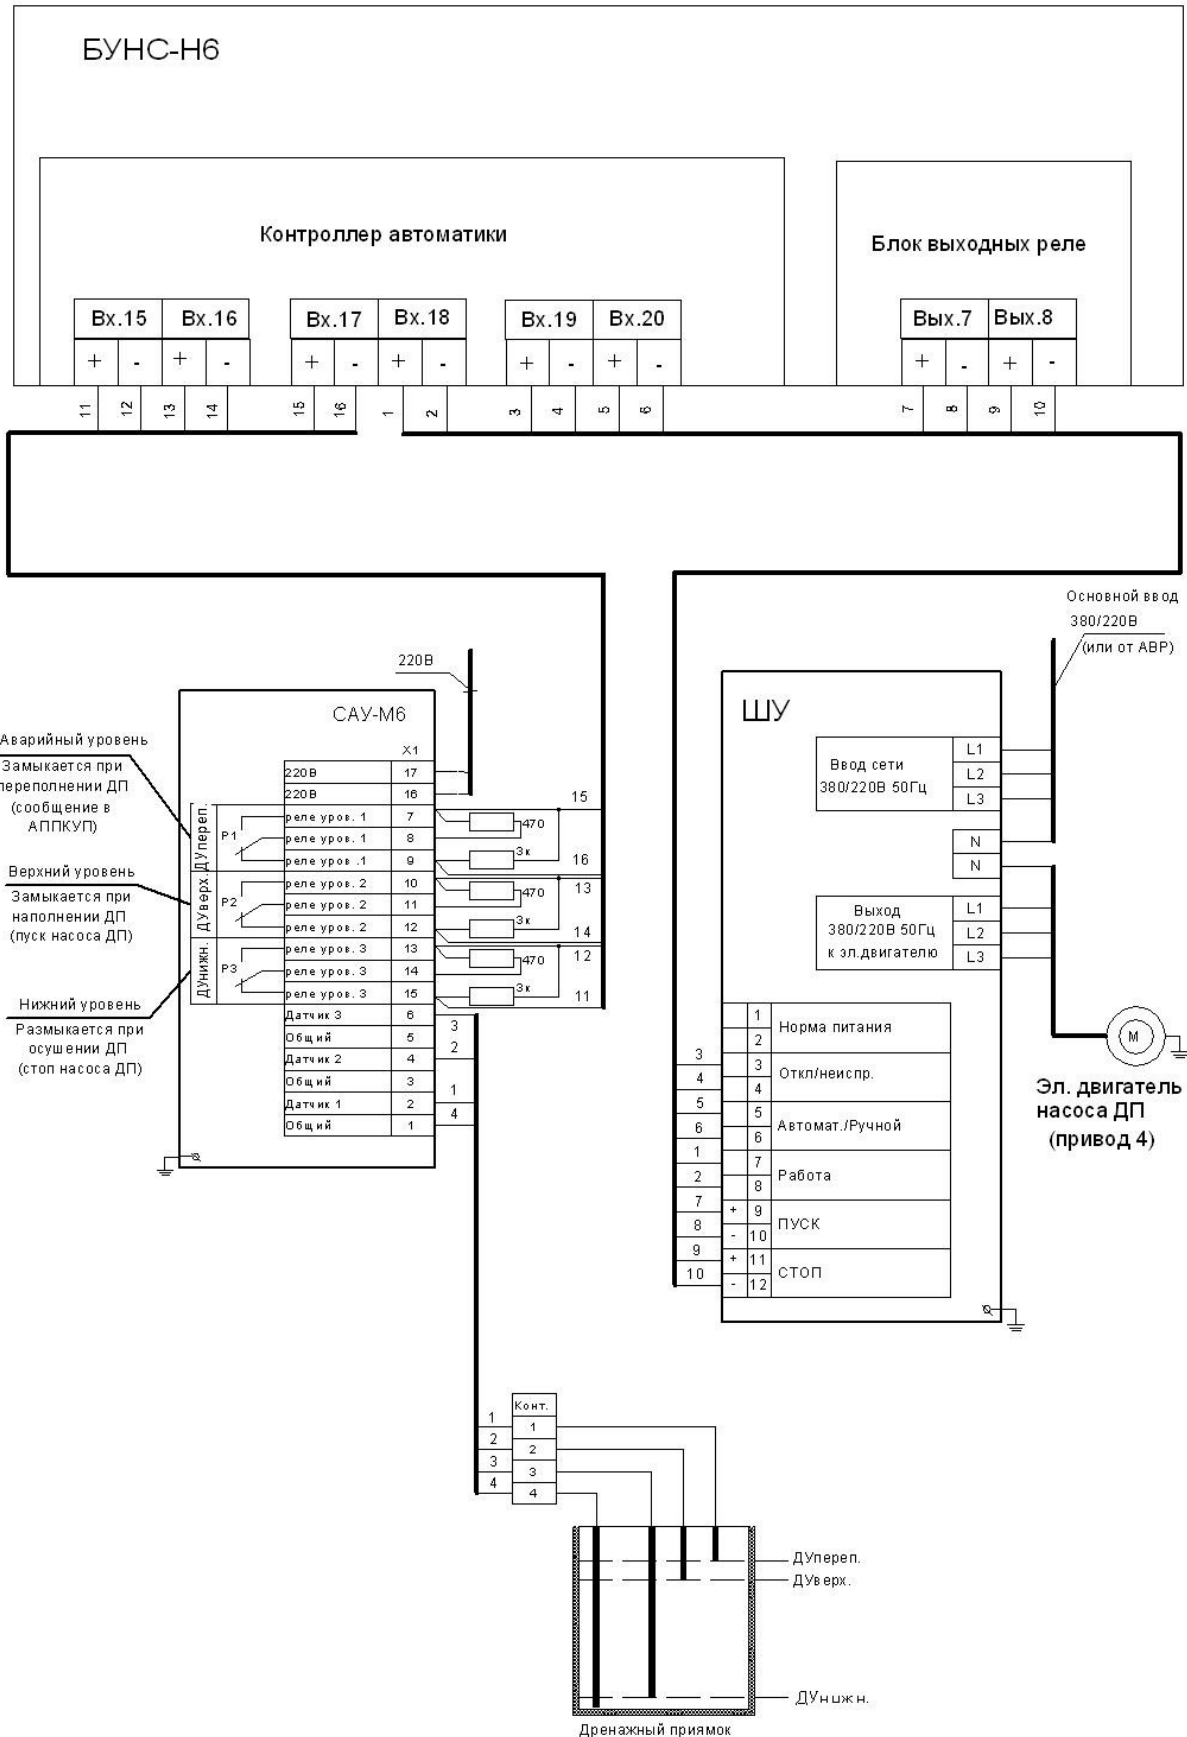

Рисунок 5.8
- рисунок 5.8 – насоса дренажного приемка – привод 4.
- рисунок 5.8 – насоса дренажного прямка – привод 4.